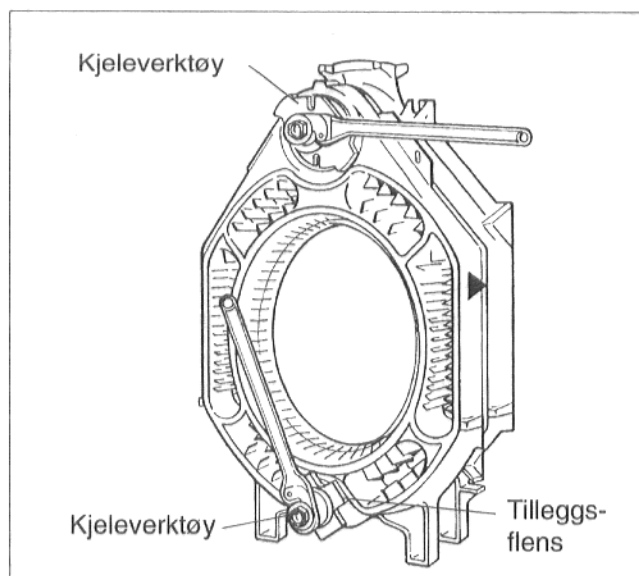

Fig. 13
Kjeleverktoy som benyttes til sammenbygging (Fig. 1 og Fig. 13).
- En trekkstang skyves inn gjennom øvre og en inn gjennom nedre nav på kjelen (Fig. 13).